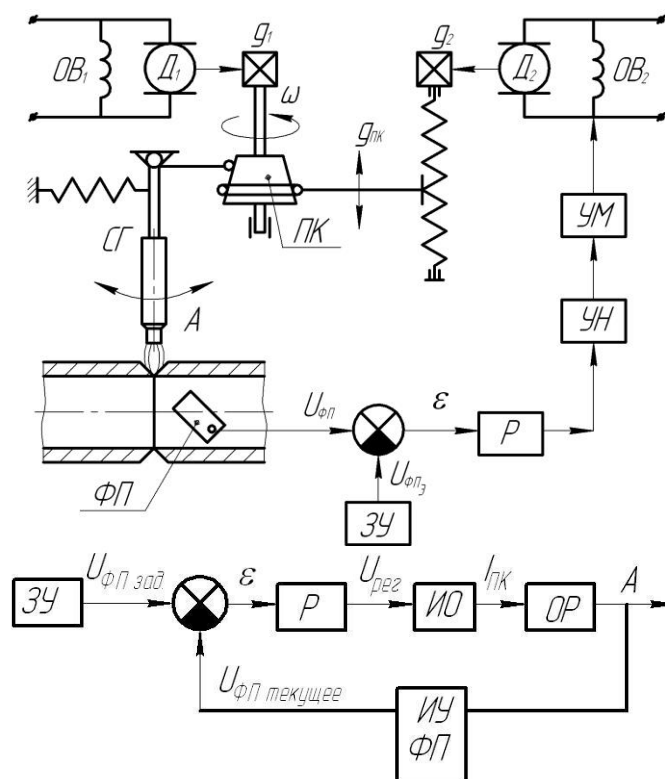

Рисунок 2 – Функциональная схема САР проплавления с воздействием на пространственное положение дуги
2. Изобразить функциональную схему САР проплавления с воздействием на пространственное положение дуги (рис.2)
3. Изобразить функциональную схему САР проплавления с воздействием на пространственное положение дуги (рис.2)
САР данного типа используют при сварке CO_2 поворотных кольцевых труб с V-образной разделкой кромок (см. рисунок 2)